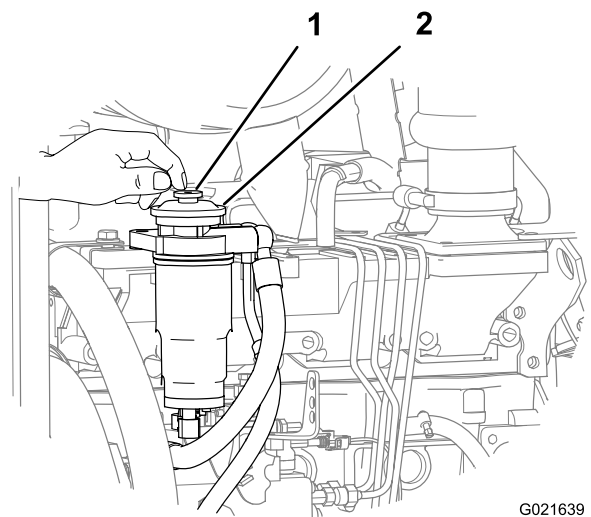

Figura 129
7. Pulse y suelte repetidas veces el botón de cebado hasta que note resistencia al presionar el botón de cebado (Figura 129).
6. Localice el botón de cebado en la parte superior del adaptador del filtro de combustible secundario (Figura 129).